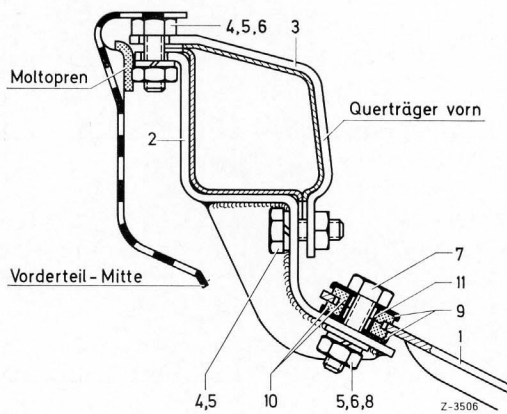

Bild 2
3 Halter (2 und 3) für den Unterschutz an den Karosserie-Querträger vorn mit den Befestigungsteilen (4 bis 6) anmontieren (Bild 2). Die Befestigungsstellen am Karosserie-Querträger sind durch ausgestanzte Lochausschnitte am Punktfansch des Querträgers oben und unten serienmäßig gegeben.
4 Unterschutzblech (1) an den Halter (2), unter Verwendung der Teile (5 bis 11) montieren (Bild 2).